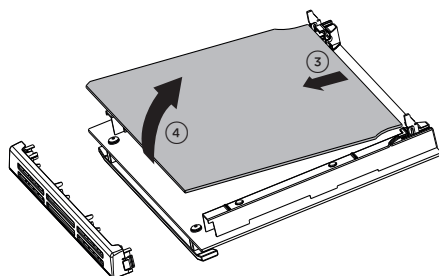

Fig. 6.22
- Sollevare ed estrarre delicatamente il vetro interno sganciandolo dagli arresti inferiori. Non inclinare troppo il vetro per evitare di danneggiarlo (fig. 6.22).